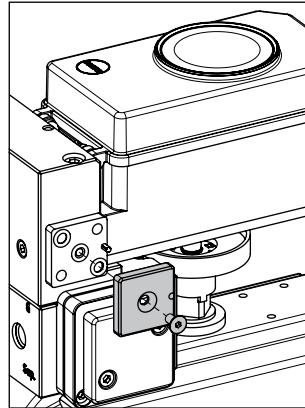

图15：安装转动板
9. 双作用执行机构安装标有“**Doppel**”的转动板，带部分行程测试功能的单作用执行机构安装标有“**PST**”的转动板。参见图15。